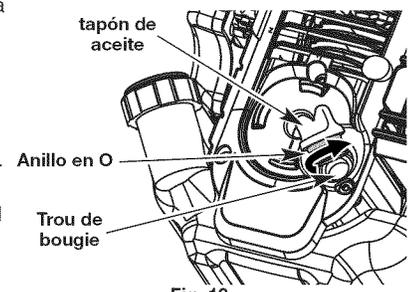

Fig. 19
**NOTA:** Verifique que el anillo en O esté en su lugar en el tapón de aceite cuando mida y cambie el aceite (Fig. 19).